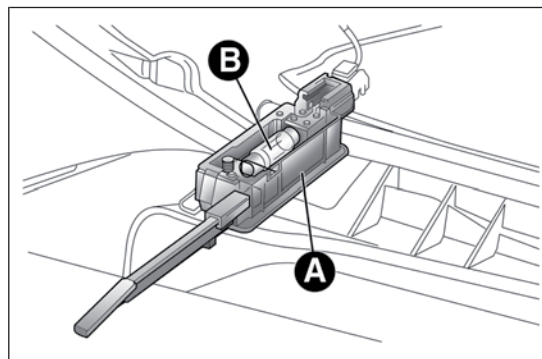

РИС. 148
- откройте перчаточный ящик и снимите плафон А РИС. 148;